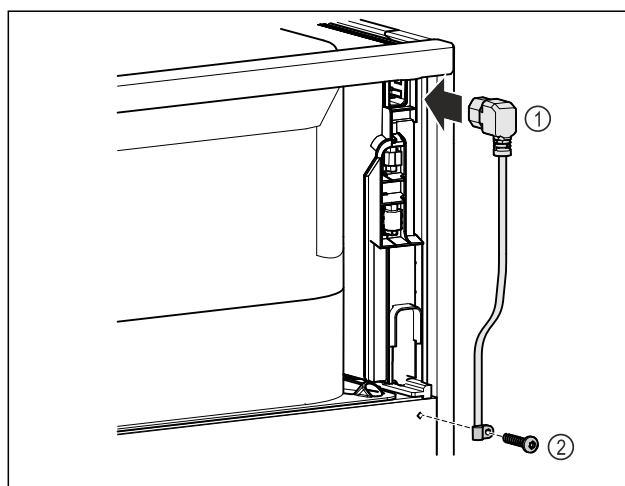

Fig. 9
- Kytke verkkokaapelin IEC-liitäntä Fig. 9 (1) laitteen takasivulla olevaan pistokkeeseen.
- Kiinnitä kiinnike. Fig. 9 (2)